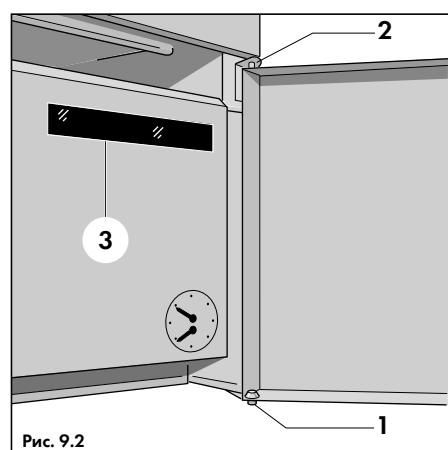

Рис. 9.2
Нижняя открываящаяся панель облицовки аппарата насаживается на нижний шарнирный штифт (1, рис. 9.2), после чего необходимо нажать на верхний шарнирный штифт (2, рис. 9.2) так, чтобы он также вошел в нижнюю панель.
- Выкрутить винты нижнего шарнирного штифта (1, рис. 9.2) и установить его на левой боковой стенке;
- Повернуть верхний шарнирный штифт (2, рис. 9.2) на 90°, а затем снять его и установить на левой стороне облицовки;
- Закрепить нижнюю переднюю панель аппарата, насадив ее на нижний шарнирный штифт (1, рис. 9.2), а верхний шарнирный штифт (2, рис. 9.2) отогнуть вверх так, чтобы он также вошел в нижнюю панель.
Указание: Инструкцию по эксплуатации следует хранить в специальном кармашке, который находится спереди на панели управления (3, рис. 9.2).